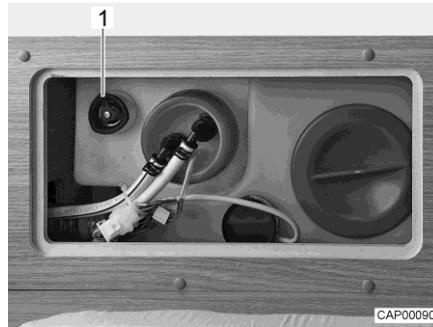

Bild 97 Wassertank mit Drehgriff
- Auf dem Wassertank den Drehgriff (Bild 97,1) entgegen dem Uhrzeigersinn über den Widerstand hinaus bis zum Anschlag drehen, um die Ablauföffnung vollständig zu öffnen.